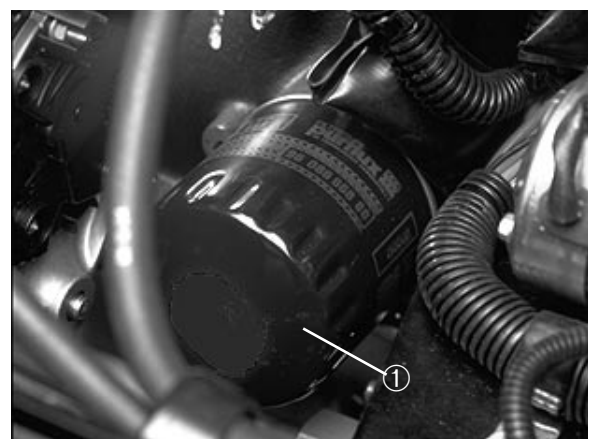

Bild 41
2. Den Ölfilter (Bild 41) entfernen. Die neue Filterdichtung vor Einschrauben des Filters mit einer dünnen Schicht frischen Öls bestreichen. NICHT ZU FEST ZIEHEN.